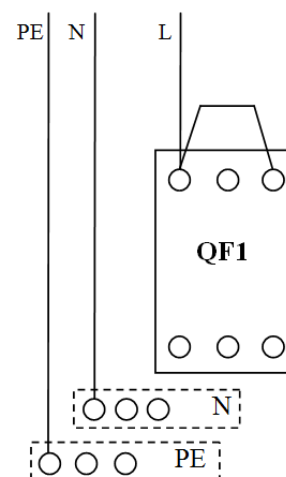

Рис. 1.2
- Для приточно-вытяжной установки с двумя однофазными вентиляторами, вводной кабель питания (L, N, PE), подключить к защитному автомату QF1 (фазный провод — к первой верхней клемме автомата) и к шинам «ноль» N (синий провод) и «земля» PE (жёлто-зелёный провод). Соединить перемычкой первую и последнюю верхние клеммы автомата QF1. Для перемычки использовать провод сечением, равным сечению жил вводного кабеля: Рис. 1.2, также см. Приложение 1.